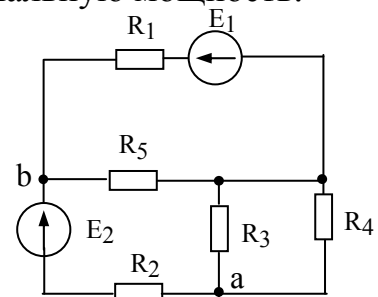

Рис.1.4.23
1.4.23. Определить ток в ветви  $ab$  (рисунок 1.4.23), если  $E_1=90$  В,  $E_2=150$  В,  $R_1=30$  Ом,  $R_2=10$  Ом,  $R_3=40$  Ом,  $R_4=40$  Ом,  $R_5=60$  Ом.